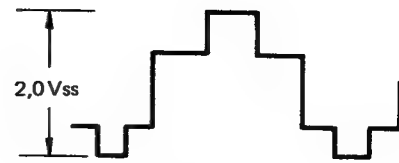

Abb. 8-27
2. TP402 mit dem Oszilloskop (externe Triggerung bei TP511) beobachten, R476 (Wiedergabepegel) so einstellen, daß 2,0 V_{ss} erhalten wird (siehe Abb. 8-27).